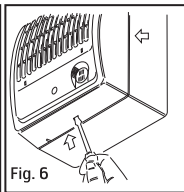
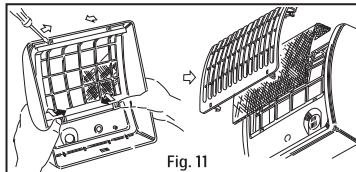

Fig. 6
Fig. 11
6. Vid infälld montering öppnas fläktens front genom att lossa snäppfästet på undersidan, fig. 6. Medföljande inbyggnadsram, fig. 4 punkt 5, fästs i spår mellan fläkthuset och fronten för att täcka öppningen i vägg/tak.
Öppna fläktens front genom att lossa snäppfästet på undersidan, fig. 6. På baksidan av fronten finns det fyra snäppfästen. Kläm dessa försiktigt så att frontgallret öppnas, fig. 11. Placera ett nytt filter så att det täcker frontgallret. Montera frontgallret och fläktfronten, fig. 11.